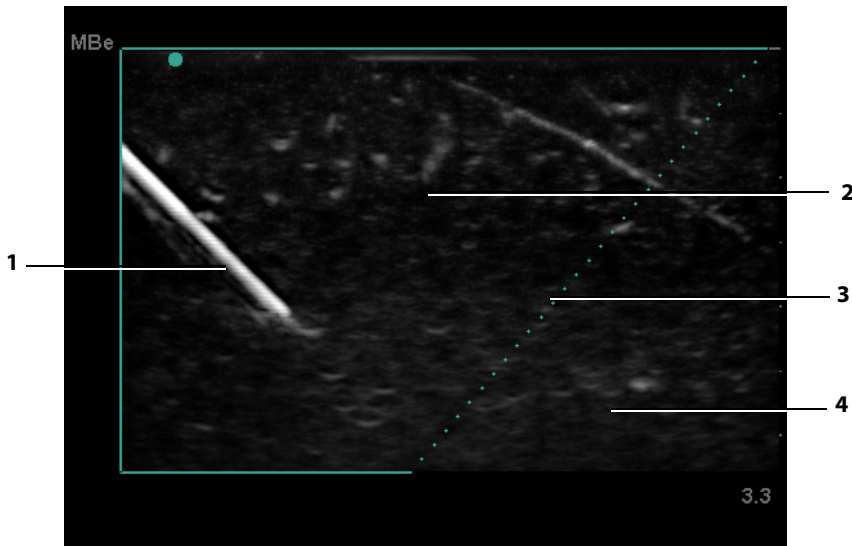

Рис.2: Изображение при активной технологии MBa (линейный датчик)
- Следует учитывать, что усиление визуализации линейных структур происходит только на выделенной части изображения. Визуализация зоны вне выделенной части остается неизменной. (См. Рис. 2.)
Включает технологию SonoMBe, которая улучшает визуализацию линейных структур в пределах выбранного диапазона угла обзора и позволяет облегчить управление иглой при установке катетера и выполнении блокады нервов. Трапециевидный или треугольный контур ограничивает зону действия функции. (См. Рис. 2.)